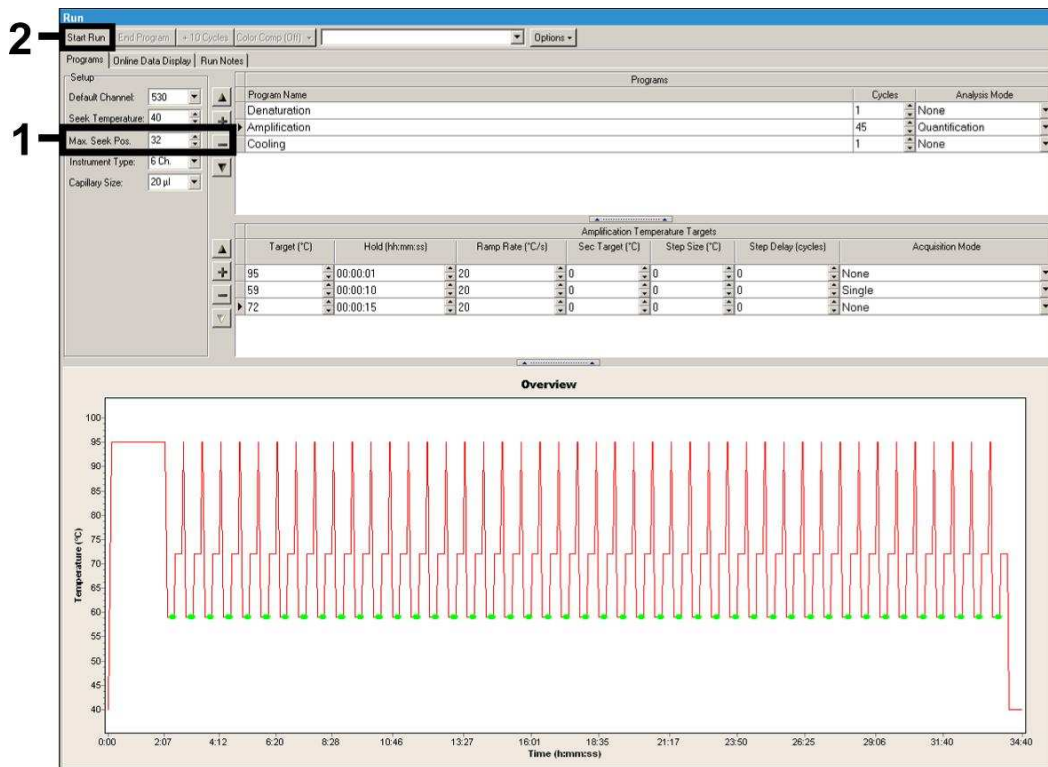

Abb. 6: Start des PCR-Laufs.
Achten Sie bitte darauf, dass Sie zunächst die Anzahl der für diesen PCR-Lauf vorbereiteten Kapillaren (*Max. Seek Pos.*) eingeben (siehe Abb. 6).
- Um den PCR-Lauf zu starten, wechseln Sie zur Schaltfläche *Run* und aktivieren Sie die Funktion *Start Run* (siehe Abb. 6). Nach Angabe des Zielorts zum Speichern der Daten wird das PCR-Programm gestartet.